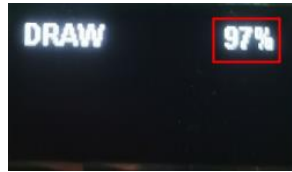

图 2.6 在 Draw 页面查看电量
- 在Magic Box中选择“Draw”，单击Magic Box的确认键，进入Draw页面，可以查看到剩余电量百分比，如图 2.6所示。